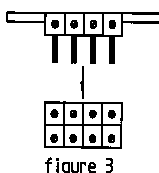

figure 3
- Pour faciliter le raccordement de l'appareil, retirer la partie femelle du connecteur (figure 3).